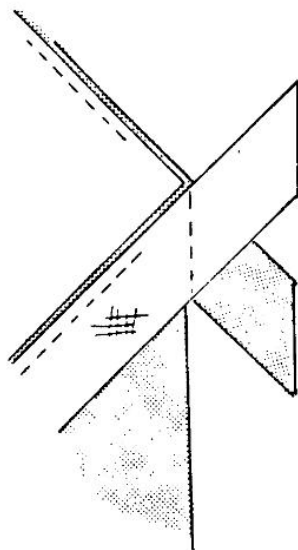

Рис. 165
3. Согните изделие так, чтобы концы полосы располагались под прямым углом друг к другу (рис. 165).